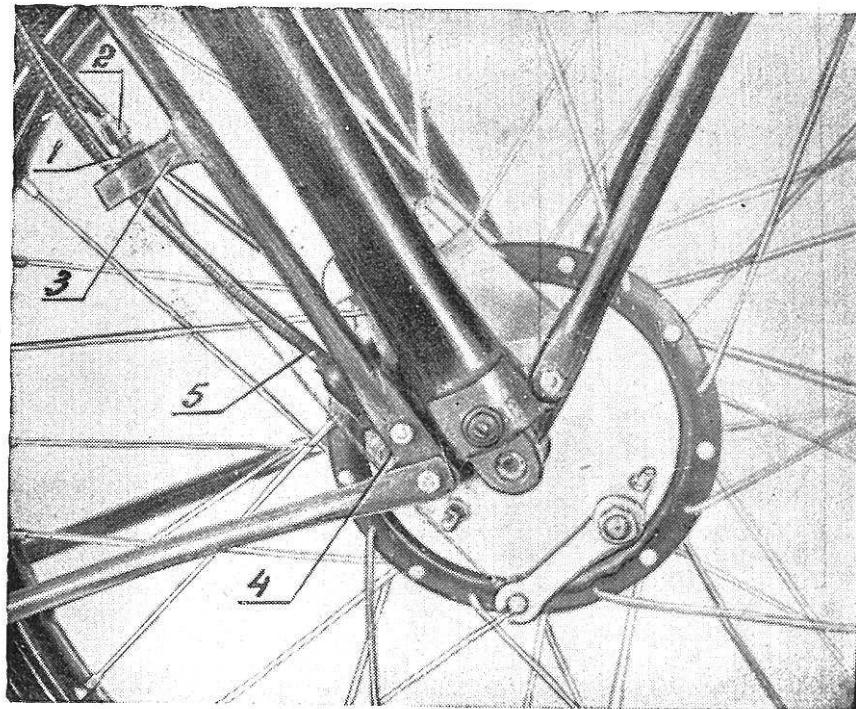

Рис. 29.
Чтобы снять переднее колесо (рис. 29 и 30), необходимо отвернуть контргайку (1) до головки регулировочного винта (2), затем регулировочный винт ввернуть до конца в кронштейн (3), совместив паз на регулировочном болте, контргайке и кронштейне, после чего вывести трос переднего тормоза.